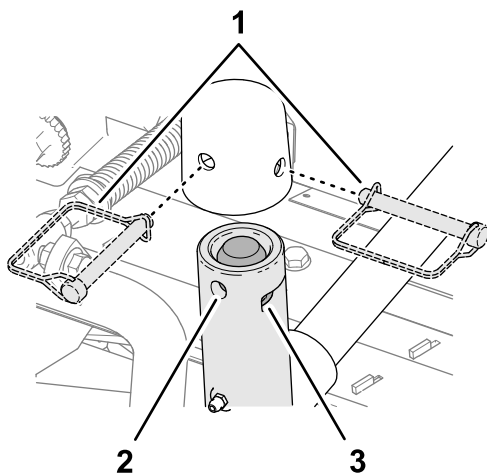

Figura 24
**Bloqueio da articulação da unidade de corte para cortar relva numa encosta**—Bloqueie as articulações da unidade de corte para evitar que as unidades de corte rodem para baixo ao cortar a encosta de uma colina. Utilize o furo no eixo da articulação do braço de elevação (Figura 24) para bloquear a unidade de corte. Utilize a ranhura para uma unidade de corte de direção.